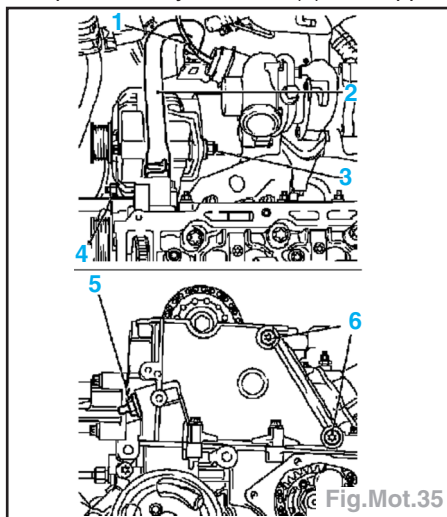

Fig.Mot.35
- Déposer la conduite de retour d'huile du turbocompresseur (3) du coté bloc-cylindre.
- Débrancher le tuyau à dépression (1) de la capsule du limiteur de pression de suralimentation (Fig.Mot.35).
- Déposer le tuyau d'eau (2) du support